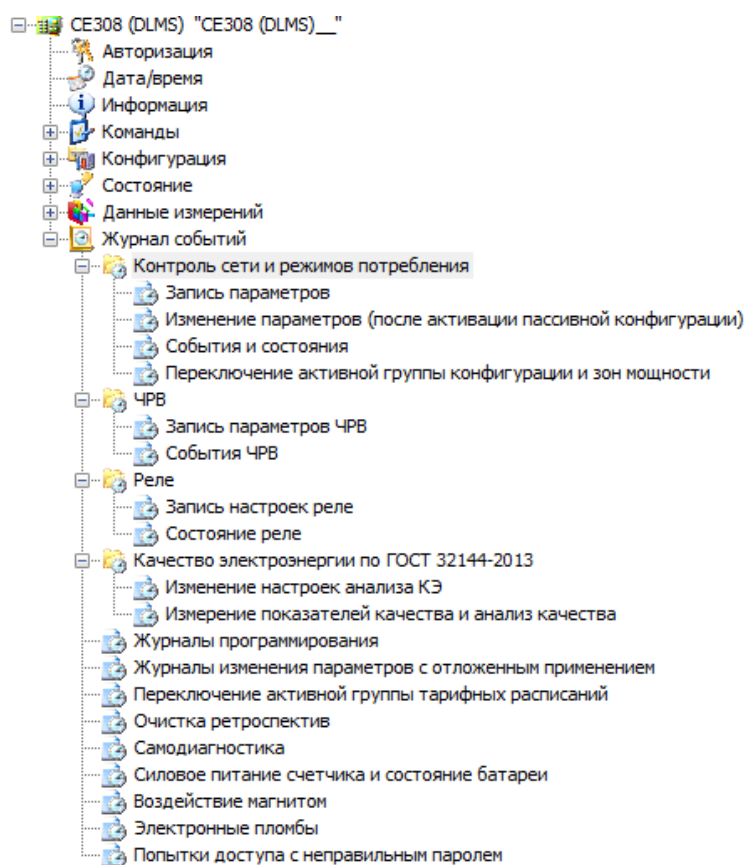

Рисунок 231 – Раздел «Журналы событий»
6.18.8 В AdminTools чтение данных журналов доступно в разделе «Журнал событий» (Рисунок 231).